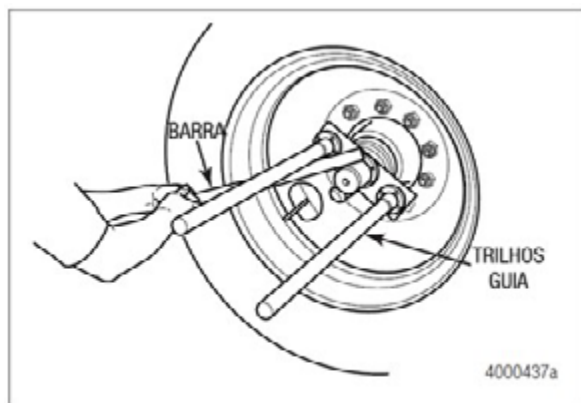

Figura 2.30
6. Rosqueie os trilhos de guia na ponteira do eixo. Use uma barra para apertar os trilhos. Figura 2.30.